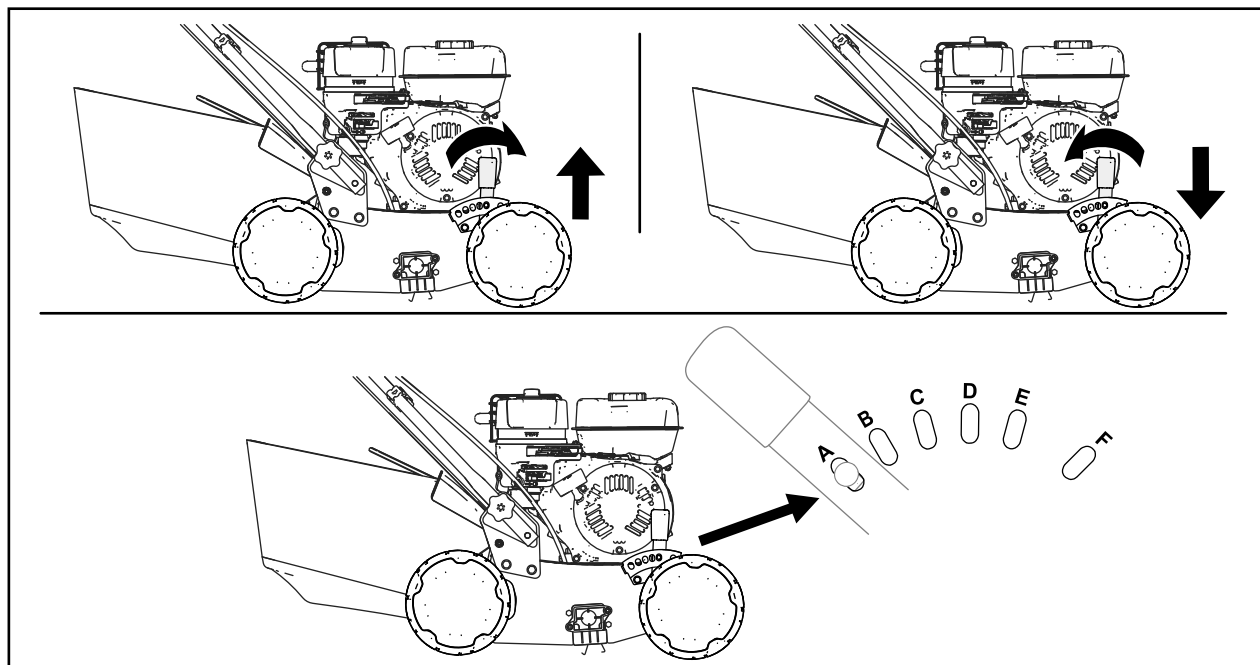

Figura 11
4. Pentru a regla adâncimea maximă de tăiere, reglați poziția manetei pentru adâncimea de tăiere împingând-o spre față i mutând-o într-o altă fantă (Figura 11).
- Adâncimea de tăiere variază în funcție de ansamblul arborelui pe care l-ați montat; consultați Figura 11 i tabelul următor.